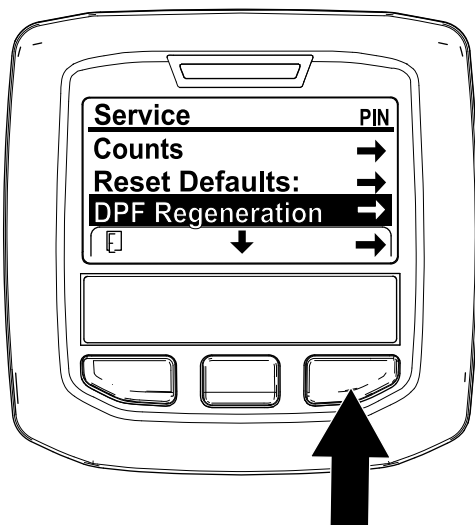

图6
- 访问 Service（维护）菜单，按中间按钮向下滚动至 DPF REGENERATION（DPF 再生）选项（图6）。
- 按右侧按钮选择 DPF Regeneration (DPF 再生) 条目 (图6)。